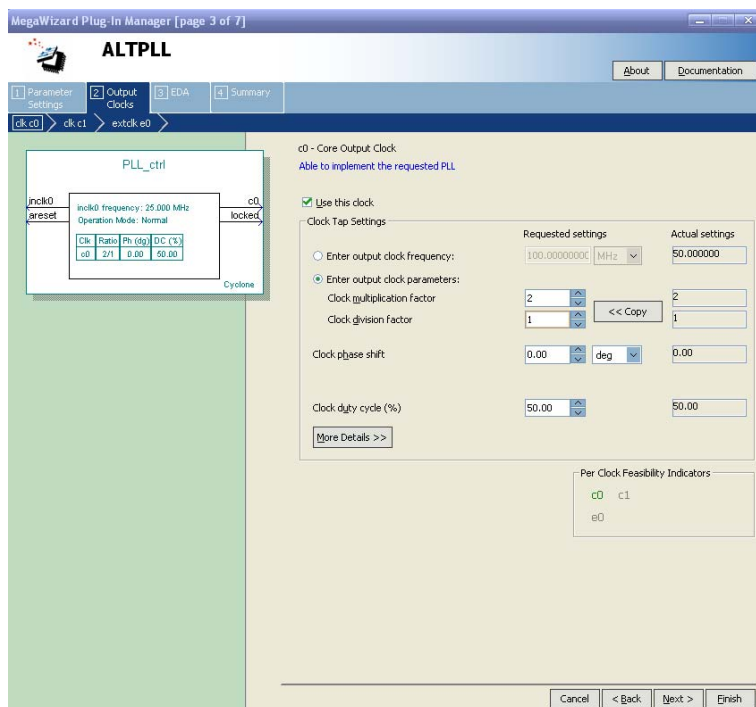

图 5.63 配置输出时钟 c0
⑥ 配置输出时钟 c0 相关参数，如图 5.63 所示。
按照图 5.63 设置后，点击“Next>”。